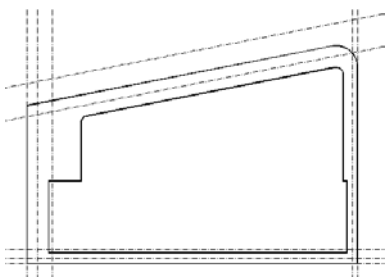

图 15.110 辅助线偏移结果
(7) 执行偏移命令，将左、上、右、下 4 条辅助线依次向内部偏移 3000、9000、1500、1500，如图 15.110 所示。